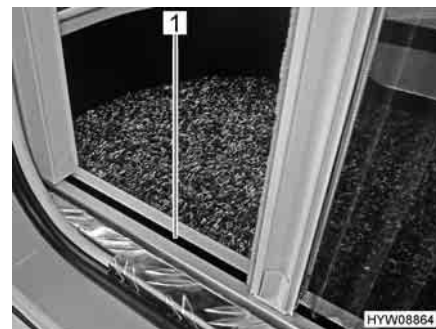

Fig. 47 Guida inferiore della protezione contro gli insetti
- ▷ Durante l'apertura e la chiusura, afferrare la barra di presa con entrambe le mani. In questo modo è possibile limitare la possibilità che la protezione contro gli insetti si inceppi nelle guide (Fig. 47,1).